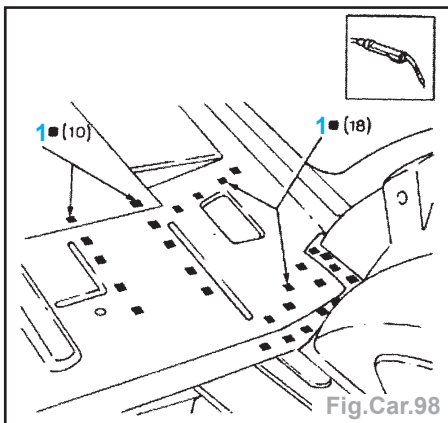

Fig.Car.98
- en remplissage (1) dans les trous (Fig. Car.98),